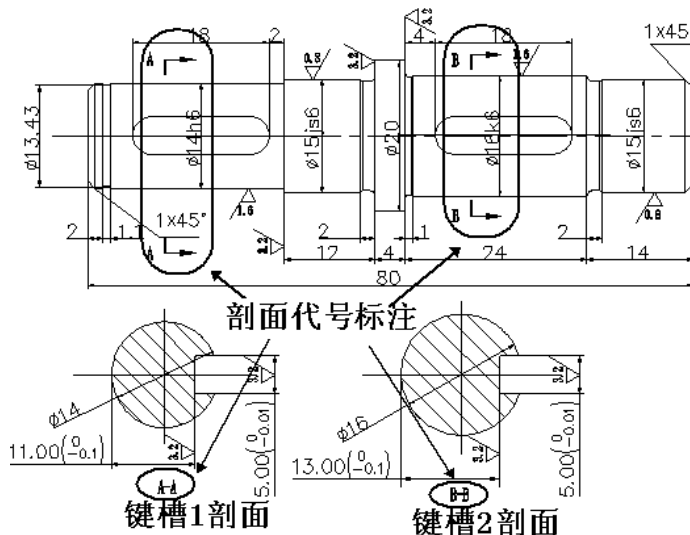

图 12
2) 剖面代号标注: 由于要对轴中键槽进行剖面图的绘制, 浩辰机械国标图库提供了键与键槽的插入功能, 所以在这里须再次调用国标图库, 按前面介绍的步骤选择“键与槽” → “键槽”选择“普通平键槽(轴)”, 设置键槽 1 参数: $d=14, b=5, t=, r=0.16$; 键槽 2 参数 $d=16, b=5, t=, r=0.16$, 根据系统提示插入键槽 1 和键槽 2 剖面图。结果如图 12 此处还用到了修改标注、粗糙度标注等功能(这里不再作介绍)。